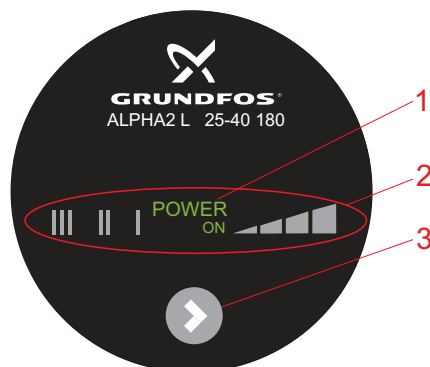

Fig. 7 Manöverpanel GRUNDFOS ALPHA2 L
Indikeringslampan "POWER ON", se fig. 7, pos. 1, lyser när strömförsörjningen är tillslagen.
GRUNDFOS ALPHA2 L har sju inställningsmöjligheter vilka ställs in med hjälp av tryckknappen. Se fig. 7, pos. 3.
Varje tryck på knappen (se fig. 7, pos. 3) ändrar pumpens inställning.